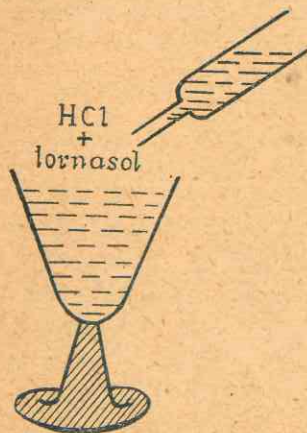

Fig. 128 (I). - Propiedades descolorantes del agua de Javel.
167. **Poder decolorante de los hipocloritos:** (Agua de Javel). — El poder decolorante del agua de Javel es más lento que el del agua de cloro, salvo en medio ácidos; (I) en este caso el ácido descompone al hipoclorito, que actúa entonces por su cloro y su oxígeno (fig. 128).